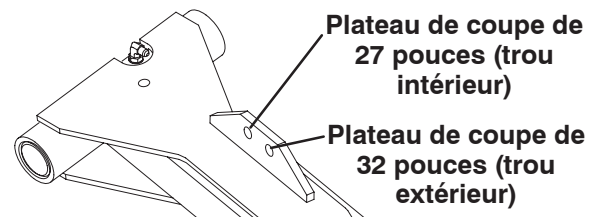

Figure 6
8. Fixez l'autre extrémité de la chaîne au trou de l'ergot de fixation du bras de relevage à l'aide des axes de chape et des goupilles fendues. Utilisez le trou approprié dans le bras de relevage, comme illustré à la Figure 6.